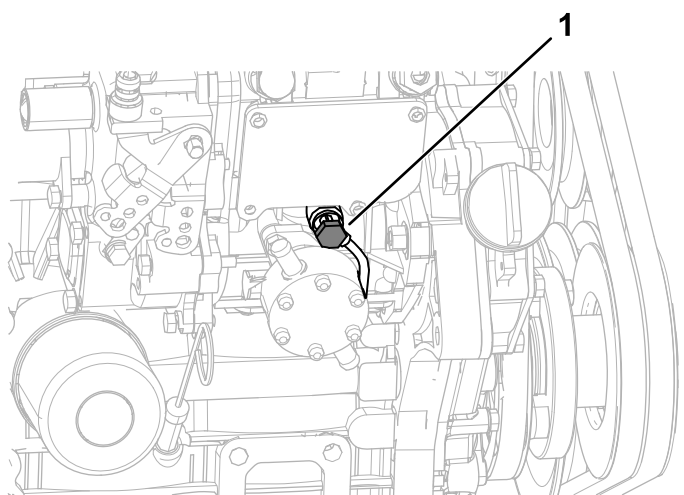

**Figura 64**
Sul lato sinistro del motore, agite sulla leva della pompa del carburante fino a riempire il pozzetto del filtro del carburante (Figura 64).
7. Agite sulla leva della pompa del carburante sinché non vedrete fuoriuscire un flusso solido di carburante attorno alla vite; fate riferimento alla Figura 64 in Innesco dell'impianto del carburante \(pagina 58\).